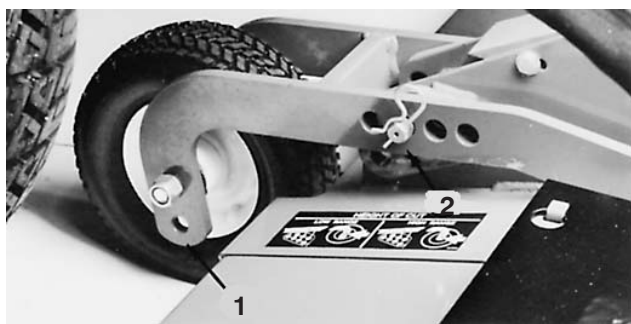

Bild 72
1. Stellen Sie das Mähwerk auf die höchste Schnitthöhe ein. Setzen Sie die Laufradachsen in die unteren Laufradgabelöcher (Bild 72 und 73). Wenn Sie das vordere Mähwerk prüfen, setzen Sie die Splints der beiden hinteren Laufräder auf die höchste Schnitthöheneinstellung (Bild 72). Verlagern Sie an den vorderen Laufrädern alle Laufraddistanzstücke zur Unterseite der Laufradarme (Bild 72). Wenn Sie die Flügelmäherwerke prüfen, verlagern Sie alle Distanzstücke der Laufradwelle zur Unterseite der Laufradarme und setzen Sie die Laufradachsen in die unteren Laufradgabelöcher.